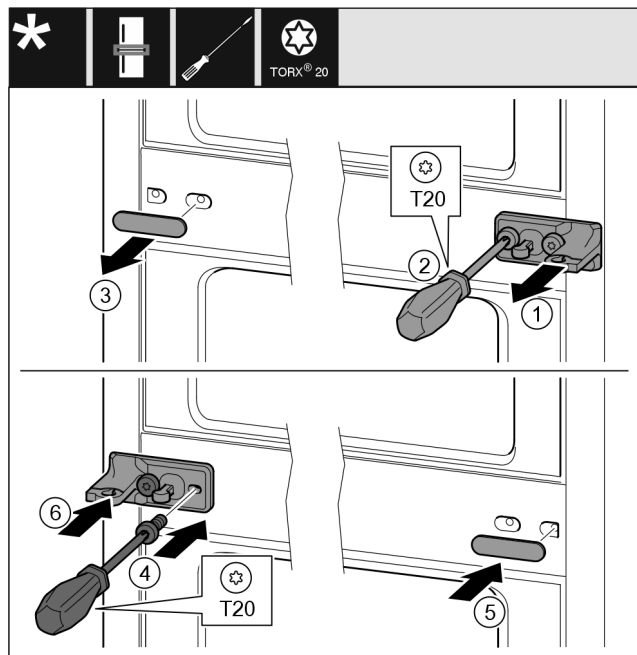

Fig. 11
- ▶ Retirar la arandela. Fig. 11 (1)
- ▶ Desenroscar los tornillos con el destornillador T20. Fig. 11 (2)
- ▶ Retirar cuidadosamente la cubierta. Fig. 11 (3)
- ▶ Atornillar firmemente el soporte de apoyo con la lámina girado 180° en el otro lado. Fig. 11 (4)
- ▶ Colocar la cubierta girada 180° en el otro lado. Fig. 11 (5)
- ▶ Desplazar la arandela desde delante. Fig. 11 (6)